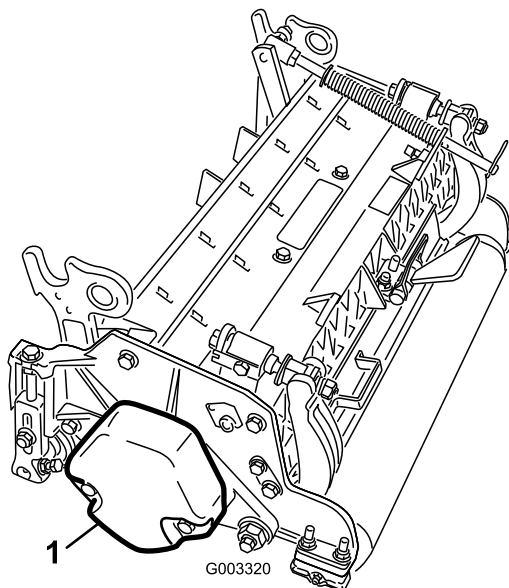

Figure 11
1. Sur les plateaux de coupe N° 2, 4 et 6, enlevez les 2 vis qui fixent le contrepoids à l'extrémité gauche du plateau de coupe. Déposez le contrepoids (Figure 11).